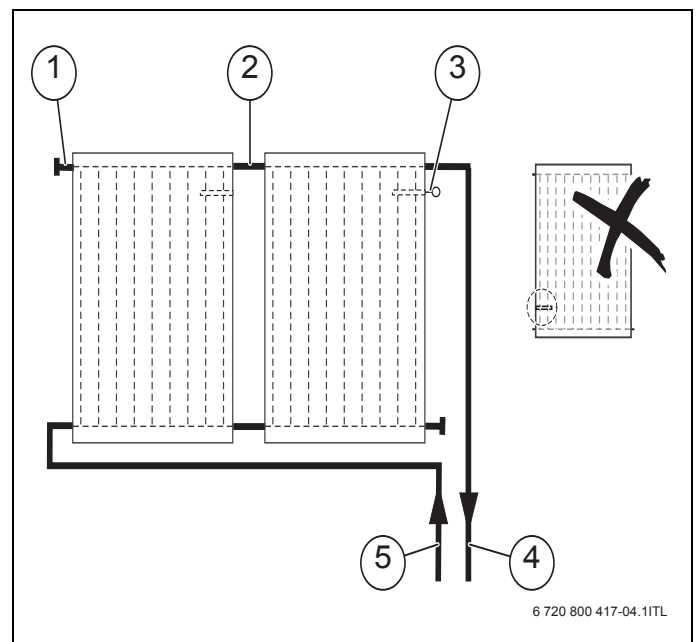

Рис. 13 Расположение коллекторов
- ▶ Подключайте поле коллекторов с двух сторон ( $\rightarrow$  Рис. 13).
- ▶ При прокладке провода датчика коллектора учтите, что датчик (рис. 13 [3]) устанавливается на коллектор, к которому подключается подающая линия [4].